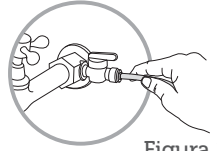

Figura 3
- 5- Encaixe a mangueira na saída de água do adaptador. Certifique-se de que a mangueira esteja completamente encaixada (Figura 3). Verifique a marcação indicativa na ponta da mangueira. Caso a mangueira tenha sido cortada, certifique-se de encaixe até 16 mm.